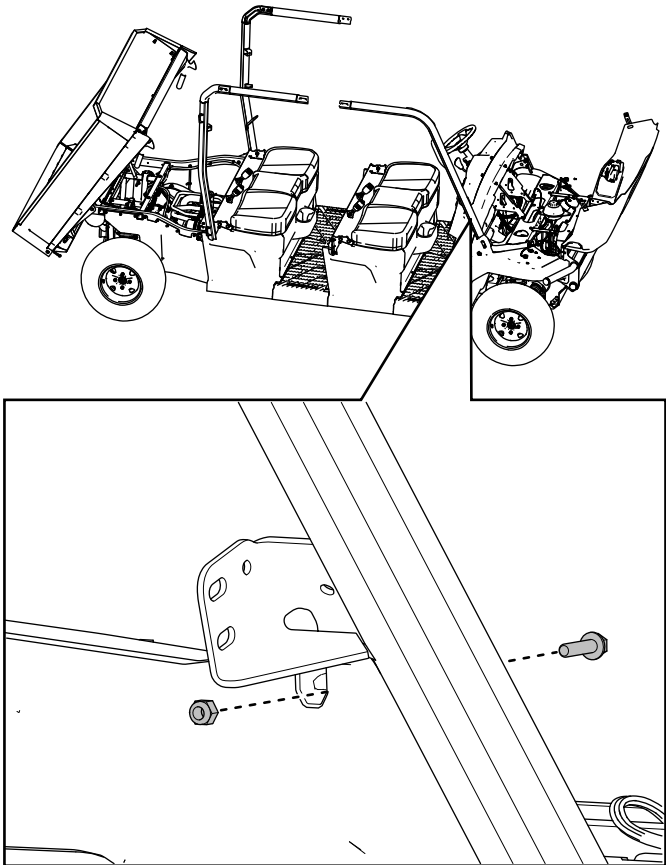

Figure 45
11. Fixez légèrement la barre avant droite de l'arceau de sécurité sur la planche de bord à l'aide de 1 boulon à tête hexagonale à embase ( $\frac{1}{4}$  x 1 po) et de 1 contre-écrou ( $\frac{1}{4}$  po), comme montré à la Figure 45.